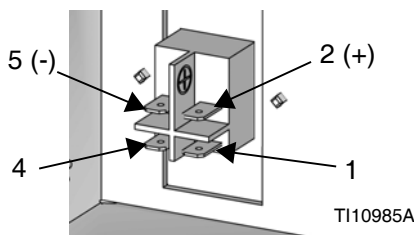
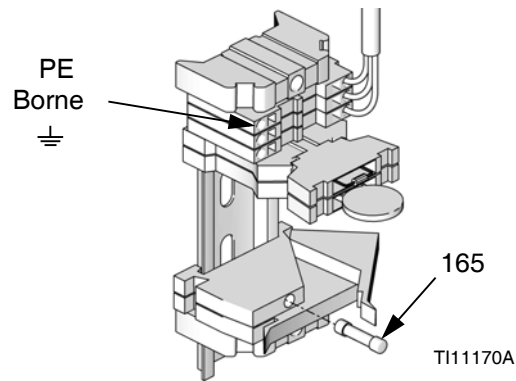

FIG. 37
FIG. 38
2. Fixez le module de 24 V CC (154) sur le support de montage (151).
3. Fixez l'interrupteur d'alimentation (159) sur le support de montage (151).
4. Fixez les raccords rapides du câble du module de 24 V CC (154) aux bornes de l'interrupteur de l'alimentation (157).
5. Installez le câble de sortie de l'alimentation électrique sur le câble CAN (163).
- Fixez l'alimentation électrique de 24 V de catégorie 2 aux bornes de l'interrupteur d'alimentation : +24 V CC sur la borne 2 (+) et le retour du 24 V CC sur la borne 5 (-). Consultez la FIG. 37. Fixez le conducteur de terre (PE) de protection à la borne marquée \perp . Consultez la FIG. 38. L'alimentation électrique en 24 V CC doit être capable de fournir au moins 1 ampère et être équipée d'un dispositif de protection ampèrométrique d'une puissance inférieure ou égale à 2,5 ampères.
- Installez le plateau capot (160), les vis (156) et les rondelles (164).